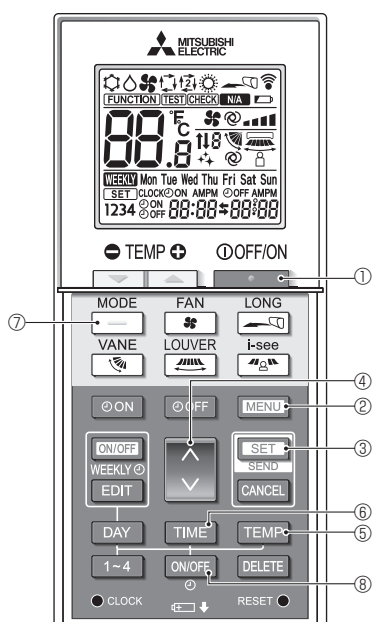

Fig. 7-11
1. Appuyez sur la touche **●** ① pour arrêter le climatiseur.
2. Appuyez sur la touche **MENU** ②.
L'écran Réglage des fonctions s'affiche et le n° de la fonction ③ clignote. (Fig. 7-11)